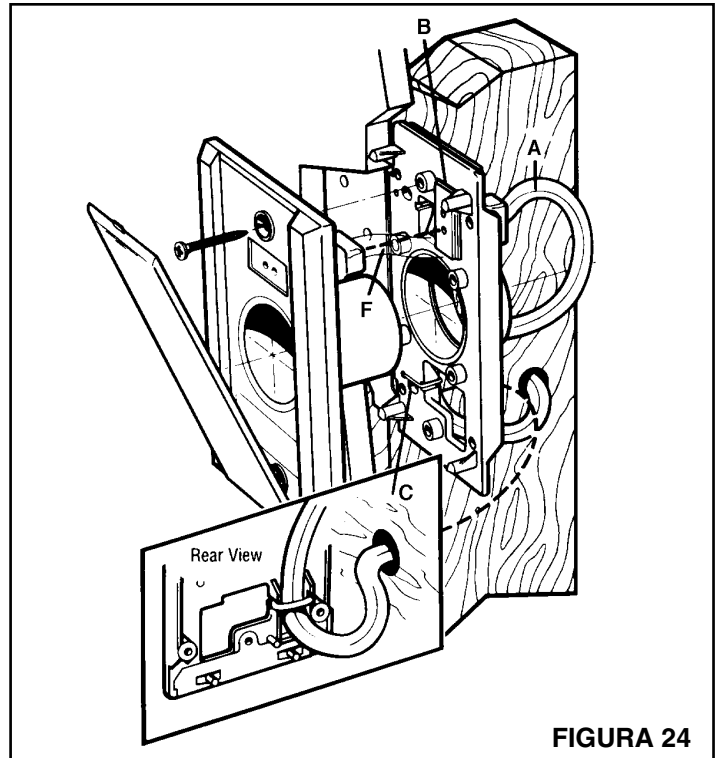
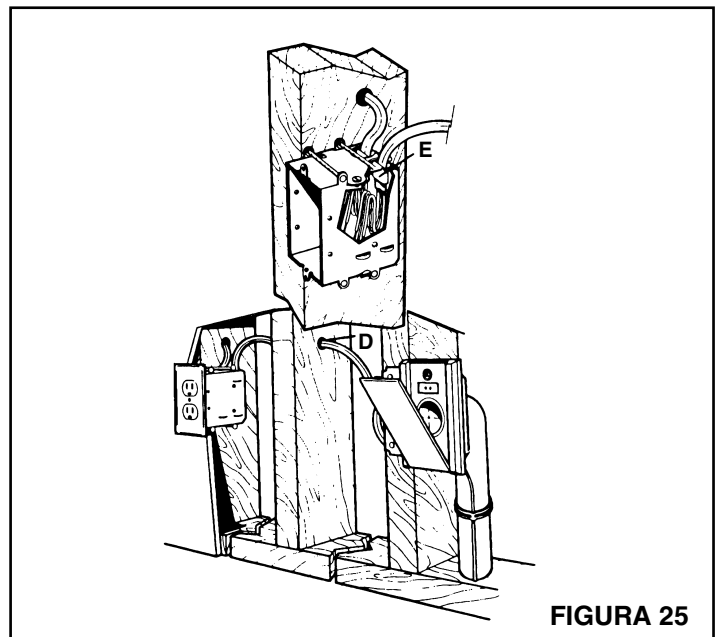

FIGURA 24
FIGURA 25
1. Véase la Figura 24. Sujete la placa de montaje a un montante a una distancia de tres montantes (1,2 m) de una caja de conexiones eléctricas. Mida y marque el alambre a 25 cm del enchufe (A). Alimente el alambre por el agujero superior de la placa de montaje (directamente encima de la abertura circular). Inserte el enchufe moldeado en la placa de montaje como se ve ilustrado. Así estará seguro y protegido durante la construcción de las paredes de cartón-yeso y la aplicación del acabado. Alinee el alambre con la marca de 25 cm previamente medida con la tensión del canal de seguridad en la parte trasera de la placa de montaje. Sujételo seguramente en su lugar con la atadura de alambre proporcionada (C).
2. Pase el alambre del enchufe a la caja eléctrica adyacente. Si resulta necesario pasar el alambre por un montante, taladre directamente por el centro del montante (D).
3. Véase la Figura 25. Posicione los extremos descubiertos de los dos alambres en la caja eléctrica a través de un canal de alivio de tensión (E). Apriete el canal de alivio de tensión (sin apretarlo demasiado) en el forro blanco, dejando 1,2 cm del mismo descubierto dentro de la caja de toma.